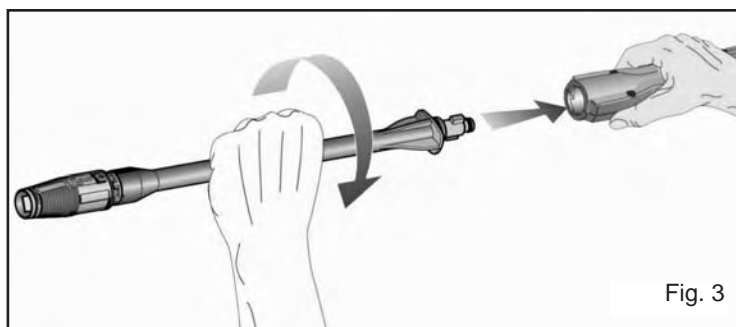

Fig. 3
- Introduzcan el lanzador en la unión rápida empujando enérgicamente y luego girando el lanzador $\frac{1}{4}$ de vuelta para bloquearlo en su lugar. (Fig. 3)